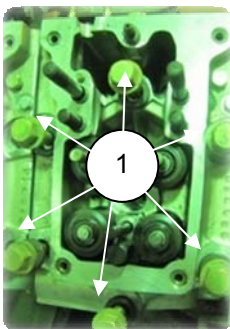

Рис. 6.41
7. Завернуть болты (1) (S=19) (рис. 6.41) в определённой последовательности (Приложение Г) окончательно в три приёма: